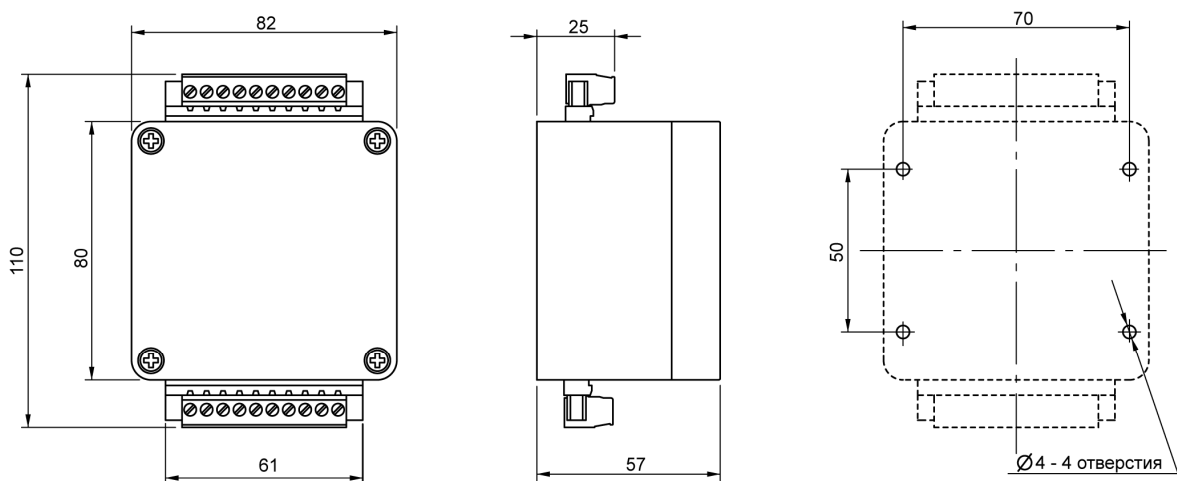
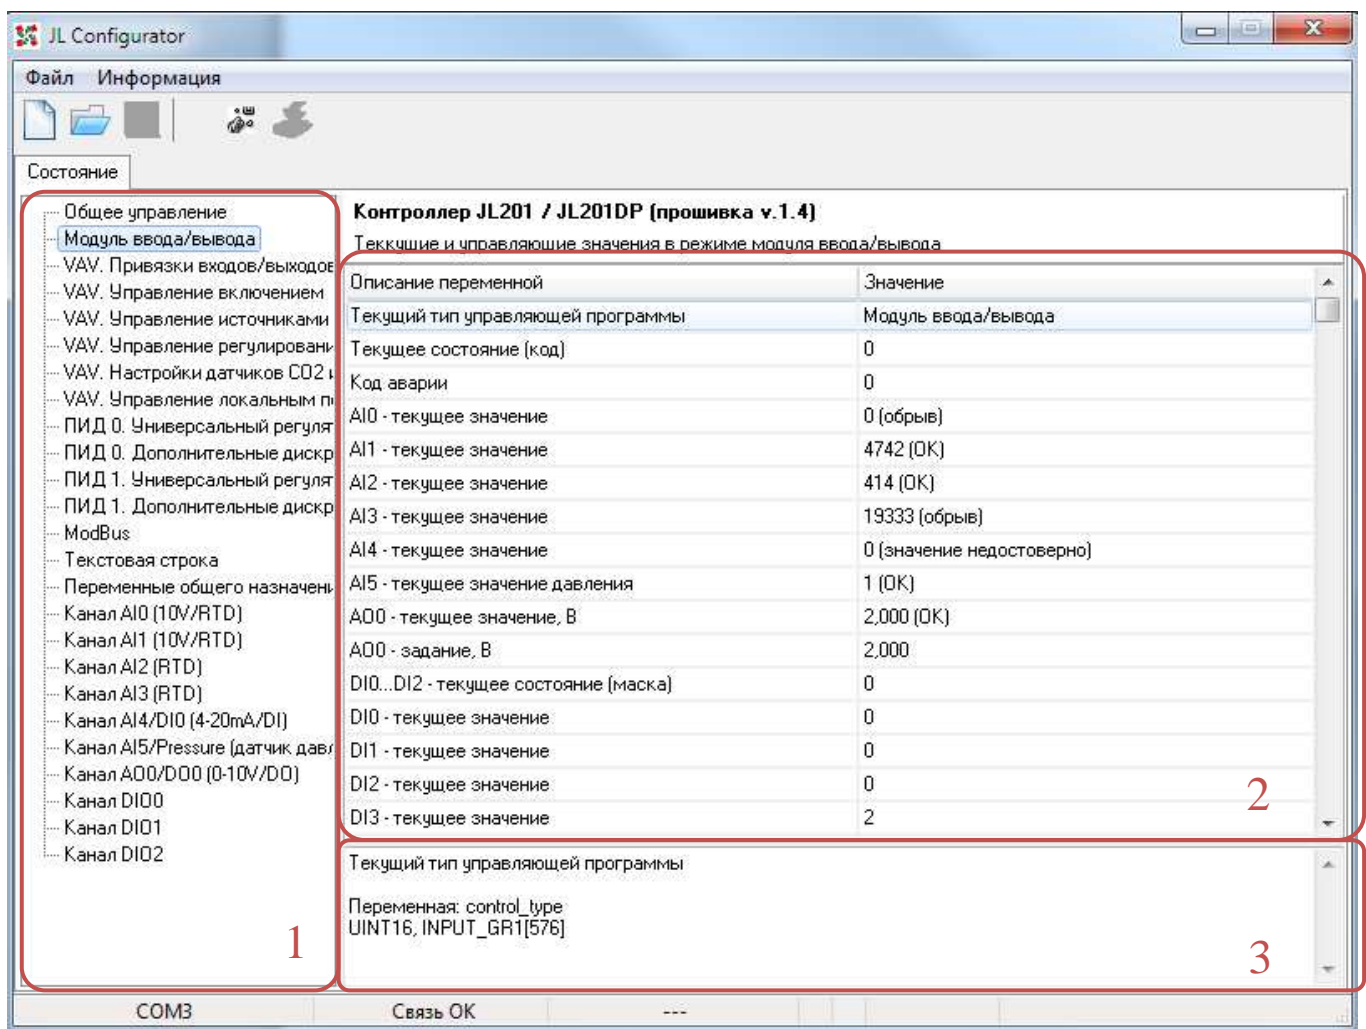

Рисунок 2 - Габаритные размеры
Рисунок 4 - Окно утилиты JLConfigurator
Модуль монтируется на панель, стену или другую плоскую поверхность. Расположение монтажных отверстий показано на чертеже (Рисунок 2Рисунок 4). Для доступа к монтажным отверстиям необходимо снять верхнюю прозрачную крышку.
связи утилиты с модулем необходимо нажать кнопку  , если подключение выполнилось, в статусной строке внизу утилиты отобразится надпись *Связь ОК*. В поле групп параметров (1) утилиты (рисунок 4) отобразятся группы, объединенные по категории ModBus-регистров модуля. При выборе каждой из категорий, в поле списка параметров (2) утилиты будет появляться набор параметров (соответствующих переменным ModBus-регистров). При выборе каждого из параметров будет отображаться пояснение в поле описания параметра (3) утилиты. В пояснении есть более подробное описание выбранного параметра, имя переменной на карте ModBus-регистров, ее тип, а также тип и адрес ModBus-регистра, в котором она лежит. Утилита JL Configurator позволяет как просматривать значения параметров, так и редактировать его значение, если параметр является настраиваемым (переменная ModBus лежит в области Holding-регистров). Для установки значения необходимо кликнуть два раза на нужном параметре. Если после установки значения нажата кнопка Enter или кнопка галочки возле поля редактирования, это значение сразу сохранится в памяти модуля.